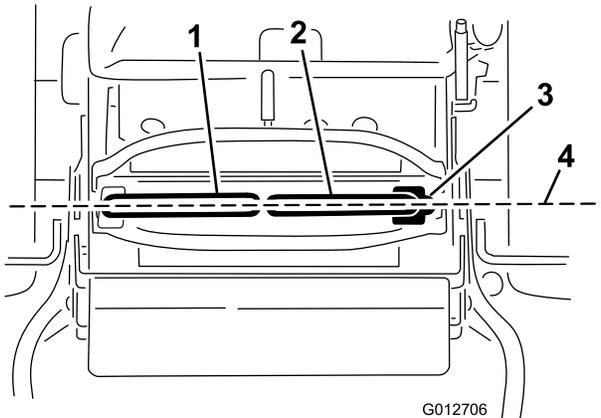

Figura 66
**Importante:** Controllate che l'allineamento sia giusto dopo aver regolato le leve di controllo del movimento (Figura 66).
1. Una volta completato l'allineamento orizzontale, verificate l'allineamento longitudinale spingendo leggermente le leve di controllo del movimento in avanti per correggere l'eventuale gioco a livello della tiranteria delle leve di controllo (Figura 66).